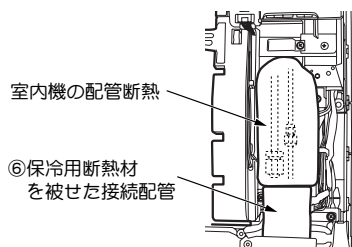
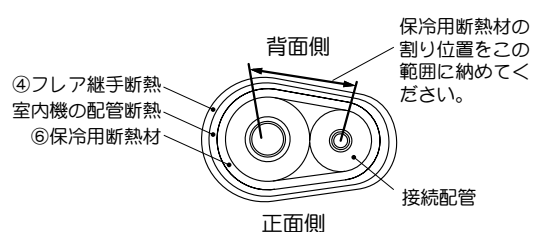

図1
図2
- ① 配管接続後、図1のように接続配管に
⑥保冷用断熱材を配管の露出がないように被せ、その上から室内機の配管断熱を被せます。
※ ⑥保冷用断熱材は、図2のように割り位置を背面側とし、後直引きや右横引きの場合、割り位置が下を向かないよう覆い固定します。